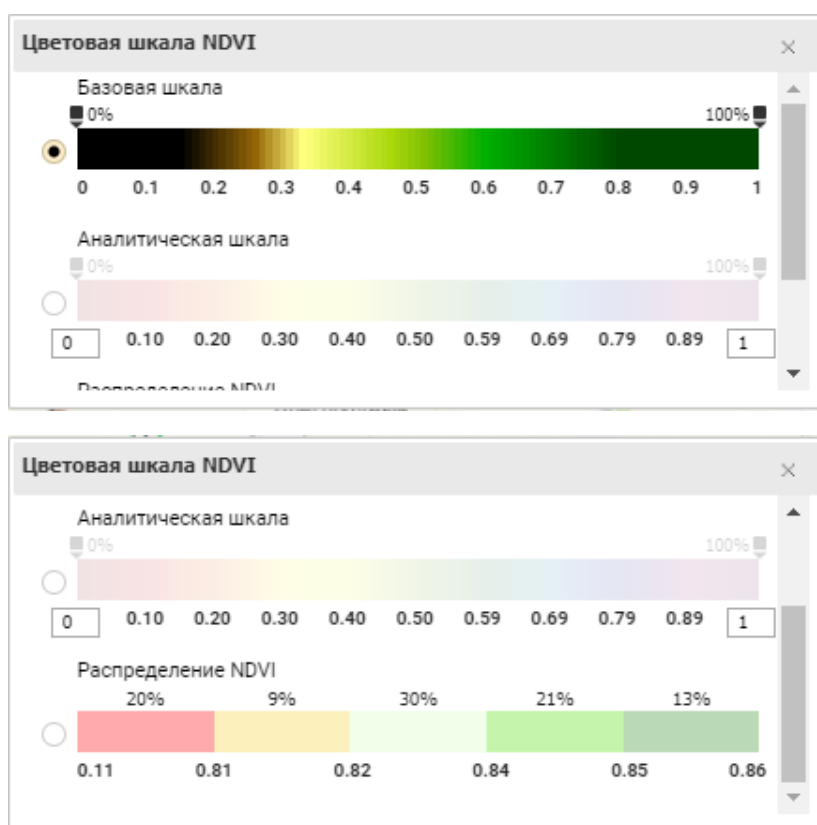

Рисунок 8.20 – Цветовая шкала NDVI
15. Для изменения контраста отображения полей есть **Цветовая шкала NDVI**, которая содержит базовую шкалу, аналитическую шкалу и распределение NDVI (рисунок 8.20).